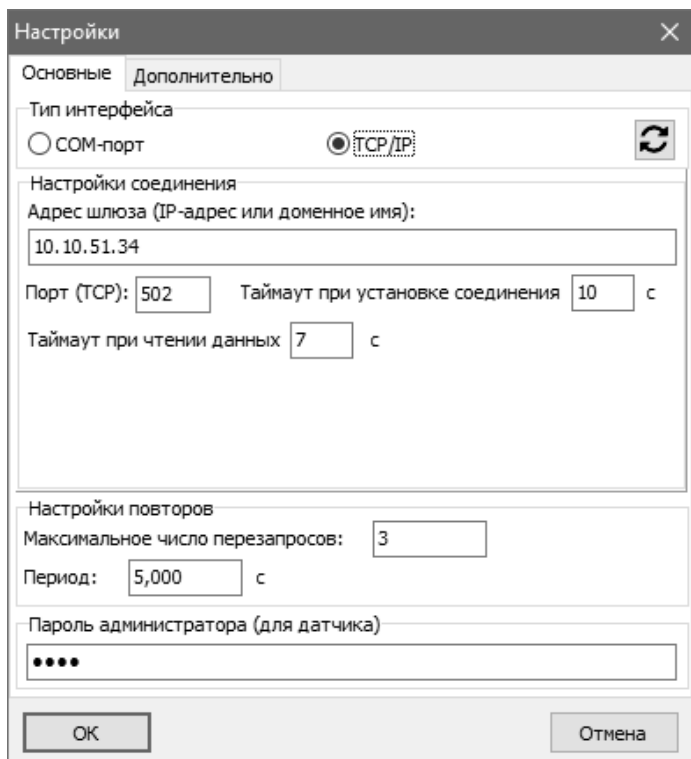

Рисунок 33 – Окно «Настройки»
3.10.10 Для настройки адаптера в режиме TCP-сервера необходимо задать IP-адрес модуля «MiiNePort E1» и используемый порт. В главном меню окна программы «Настройка датчиков и вторичных приборов» выбрать пункт «Опции» → «Настройки...», либо на клавиатуре нажать клавишу «F9», либо на панели инструментов нажать иконку . На экране отобразится окно «Настройки» (рисунок 33).